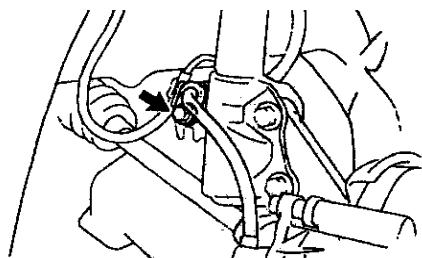

图 5.1-19
(1) 前减振器总成的拆卸。
① 拆卸前轮。
② 拆离制动软管。从减振器支架（带 ABS 车型）上拆螺栓、制动软管和 ABS 车速传感器线束夹箍。如图 5.1-19 所示。